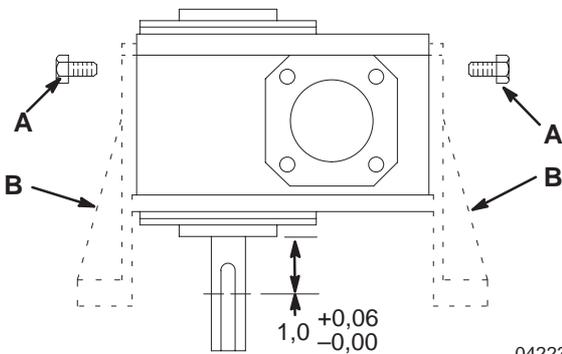
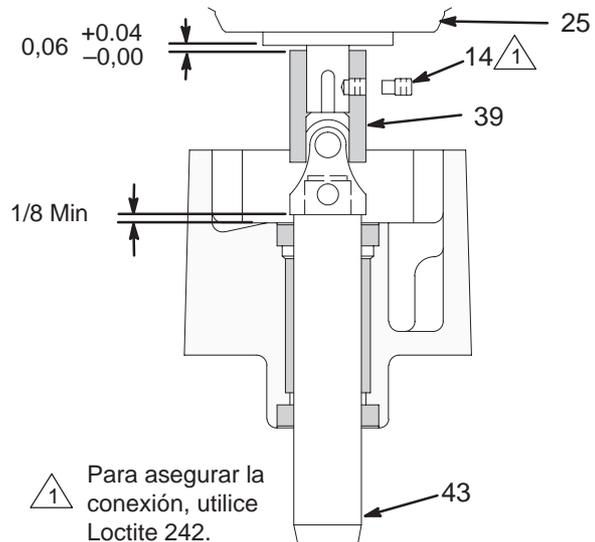

Fig. 1
Fig. 2
2. Desmonte el eje (37) y el acoplamiento (18).
3. Saque los tornillos (4), las arandelas (2), y el reductor de engranajes (25) con el conjunto del eje universal (38).
4. Desmonte el conjunto del eje universal (38) del reductor de engranajes (25). Guarde al pasador (19).
5. Afloje la abrazadera de la manguera (10) y retírela, así como el acoplamiento flexible (7) y el motor neumático (23).
6. Saque el tornillo (9) y la arandela (2) y retire la empaquetadura (21) y el montante del reductor de engranajes (26).
7. Saque los cuatro tornillos (A) y retire los dos pies de montaje (B) del reductor de engranajes (Fig 1).
1. Utilice una sierra de cinta para cortar el eje de salida del reductor de engranajes (25) hasta alcanzar las dimensiones indicadas en la Fig 1.
2. Corte y dé forma al pasador (19) para que encaje en la ranura acortada del eje de salida.
2. Fig 1. Instale los dos pies de montaje (B) en el reductor de engranajes (26) con los cuatro tornillos (A).
3. Instale la empaquetadura (21) y el montante del reductor de engranajes (26) con la arandela (2) y el tornillo (9).
4. Instale la abrazadera de la manguera (10), el acoplamiento flexible (7) y el motor neumático (23). Apriete la abrazadera de la manguera (10).
5. Ensamble la junta universal (39) y el eje del agitador (43) con el tornillo con resalte (42), la arandela (41), la arandela (40) y la contratuerca (38).
6. Deslice la junta universal (39) sobre el eje de salida del reductor de engranajes (25) y colóquelo como indica la Fig 2.
- NOTA:** La posición de la junta universal no es crítica para el montaje, pero se debe verificar que el tornillo de ajuste (44) está empujando al pasador (19). El tornillo de ajuste es el que soporta el peso del eje.
7. Instale el reductor de engranajes (25), la junta universal (39) y el eje (43) con el tornillo (4) y la arandela (2).
8. Instale el eje (37) y el acoplamiento (18).